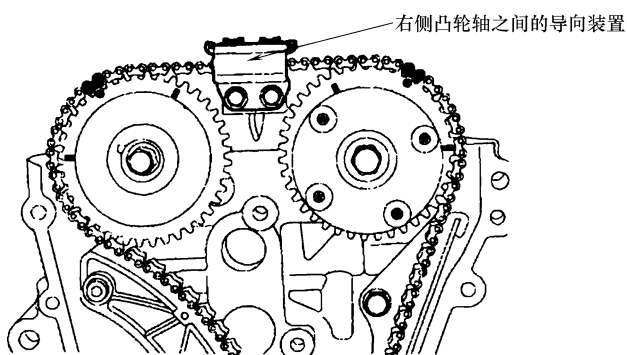

图 29-29 拆卸右侧凸轮轴之间的导向装置
20) 拆卸右侧凸轮轴之间的导向装置, 如图 29-29 所示。